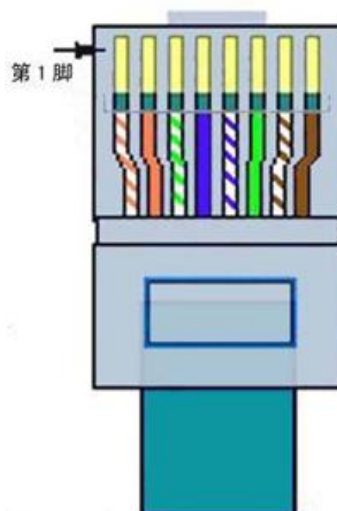

图 3 网线线序
- c) POE 供电：通过普通 RJ45 网口的引脚 5（GND）和引脚 8（VCC）两根线可以给 ZLAN5443H 供电，供电电压为 9~24V 之间的任何值。RJ45 网线线序参考图 3。